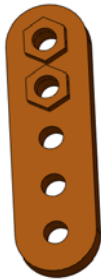

图 11-20 配合后的装配体
(2) 添加相应的配合关系，配合后的装配体如图 11-20 所示。